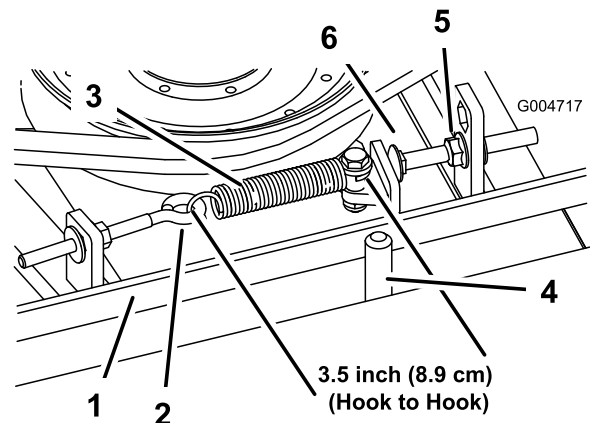

Рисунок 99
При правильном натяжении внутренняя длина пружины растяжения (между зацепами) должна быть приблизительно 8,3–9,5 см. После того, как будет достигнуто правильное натяжение пружины растяжения, отрегулируйте упорный болт (каретный болт) так, чтобы между головкой болта и рычагом натяжного ролика оставался зазор 2–5 мм. (Рисунок 99).
**Примечание:** Убедитесь, что ремень расположен на направляющей ремня со стороны пружины (Рисунок 99).
2. Ослабьте рым-болт, чтобы можно было снять пружину растяжения (Рисунок 99).
3. Ослабьте фланцевую гайку, которая крепит упорный болт к монтажному выступу, и отодвиньте натяжной ролик от ремня, чтобы ослабить натяжение ремня (Рисунок 99).
9. Подсоедините пружину растяжения (Рисунок 99) к рым-болту и натяните ремень следующим образом: